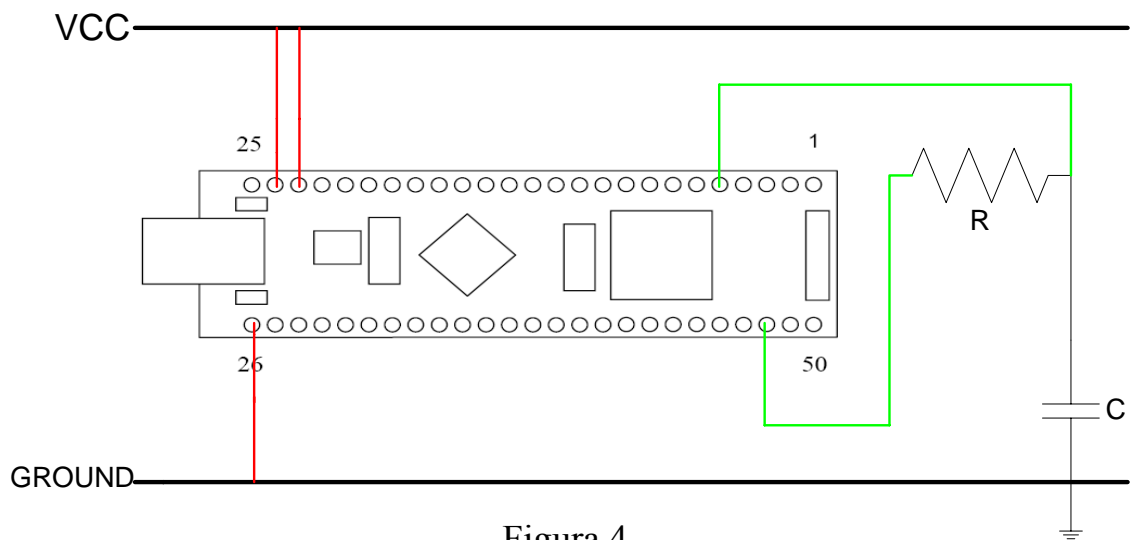

Figura 4.
Os componentes da imagem fazem parte da lista de material, e a sua montagem é realizada de acordo com o esquemático da figura 4:
1. Montar o dispositivo USB na breadboard e efectuar as ligações a vermelho referidas na figura 4.
Após a realização da experiência 1, e mantendo as ligações anteriores, efectuar agora as ligações a verde da figura 4. Para esta experiência será necessário o condensador e a resistência referidos na lista de material.